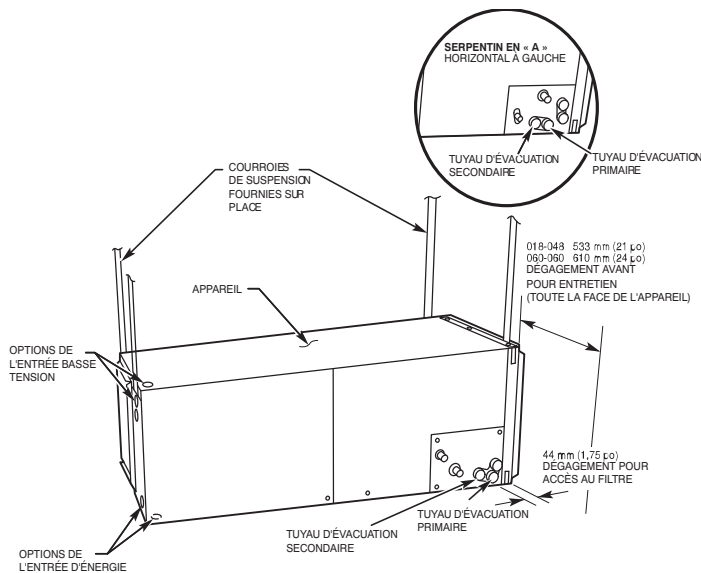
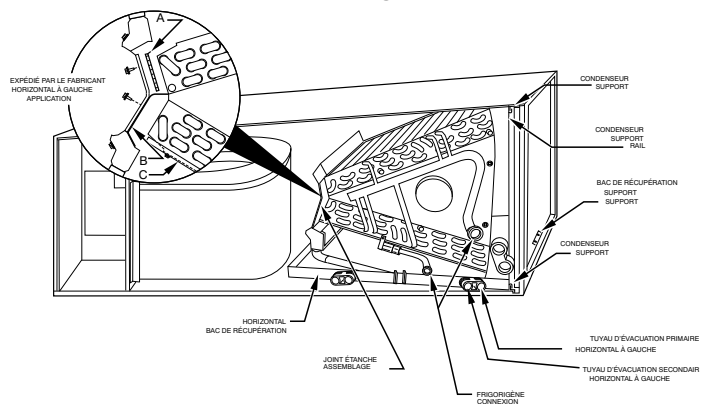

Fig. 2 – Appareil avec serpentin incliné pour une application horizontale gauche A07566FR
Fig. 3 – Serpentin en A pour une application horizontale gauche A00072AFR
Lors de l'installation de l'appareil, les panneaux d'accès ne doivent pas être tournés vers le haut ou vers le bas. Tous les autres appareils sont fabriqués en usine pour une installation horizontale gauche (Fig. 2 et Fig. 3). Lorsque vous suspendez l'appareil au plafond, les embrèvements du caisson indiquent l'emplacement approprié des vis de fixation des bandes perforées en métal (Fig. 2).
- b. Retirez le répartiteur d'air (B) de l'ensemble d'étanchéité du serpentín en retirant les trois vis. (Consultez l'ensemble d'usine en médaillon dans la Fig. 3.)
- c. Retirez la plaque d'obturation (A) et installez le répartiteur d'air (B) à la place de la plaque d'obturation.
- d. Installez la plaque d'obturation (A) comme illustré pour l'application horizontale droite.
- e. Enlevez les goulottes à condensats (C) et installez-les sur les plaques tubulaires opposées.